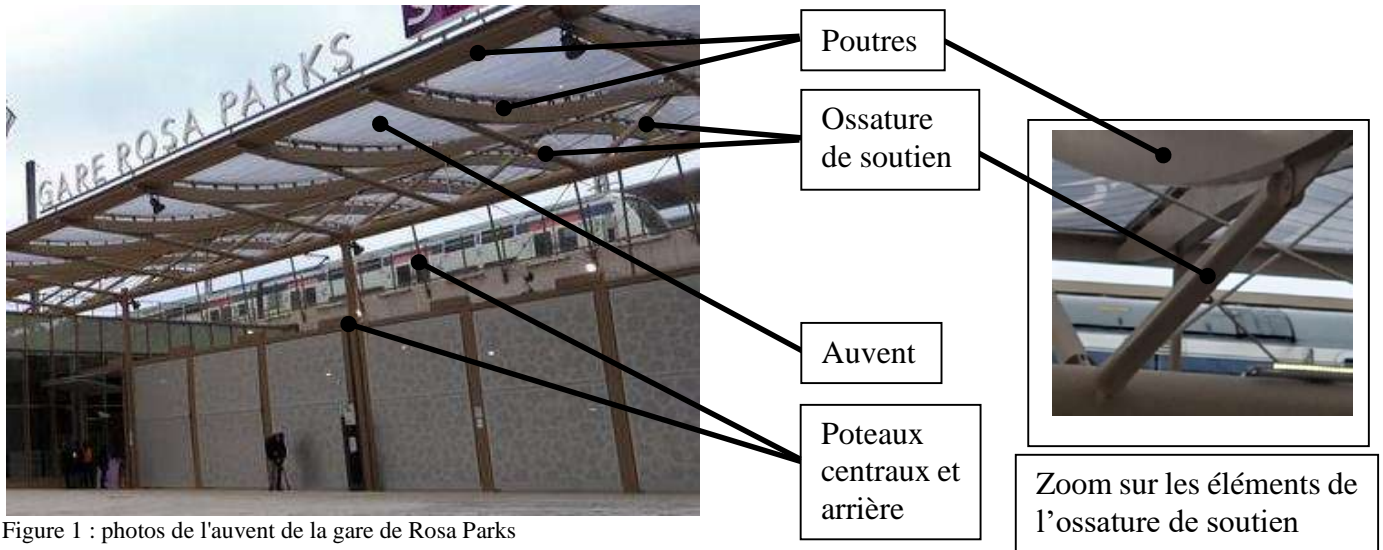

Figure 1 : photos de l'auvent de la gare de Rosa Parks
b) A l'aide du zoom (photo de droite de la figure 1) sur l'ossature de soutien, on voit que les poutres sont liées à l'ossature par l'intermédiaire de boulons. Dans le cas où il n'y a pas d'intempérie, on peut donc faire l'hypothèse que les poutres de l'auvent sont en liaisons encastrement temporaires avec les éléments de l'ossature de soutien.